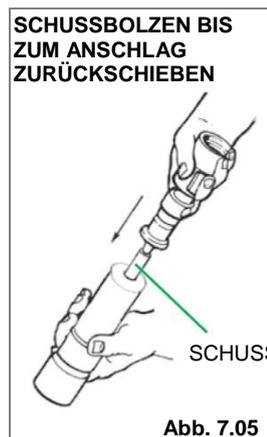

Abb. 7.05
- Drücken Sie den Schussbolzen mithilfe der gewölbten Spitze des Zuges zurück in den Lauf. (Siehe Abb. 7.05)